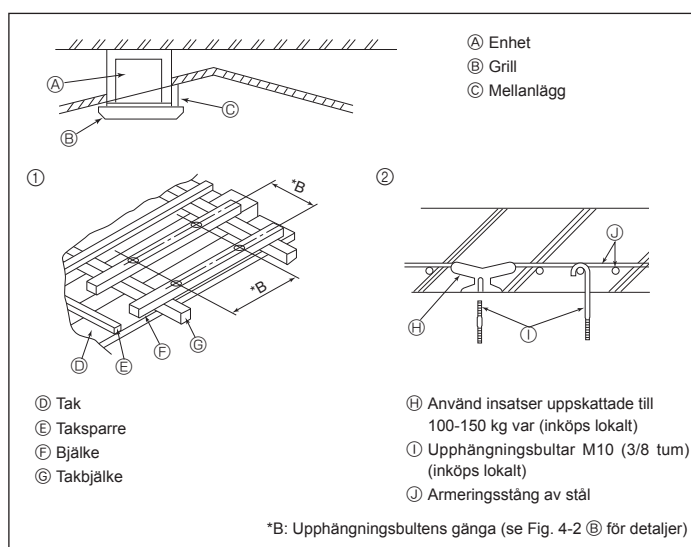

Fig. 4-4
4.4. Struktur för upphängning (förstärkning av upphångningsplatsen) (Fig. 4-4)